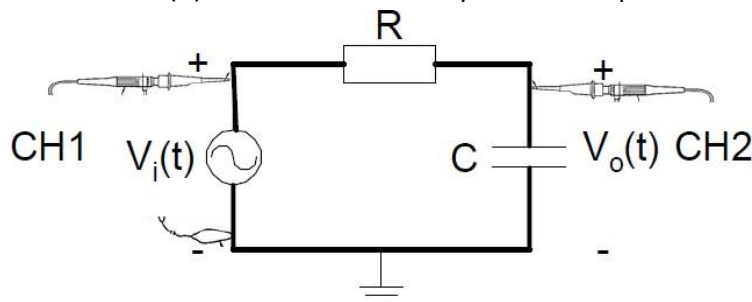
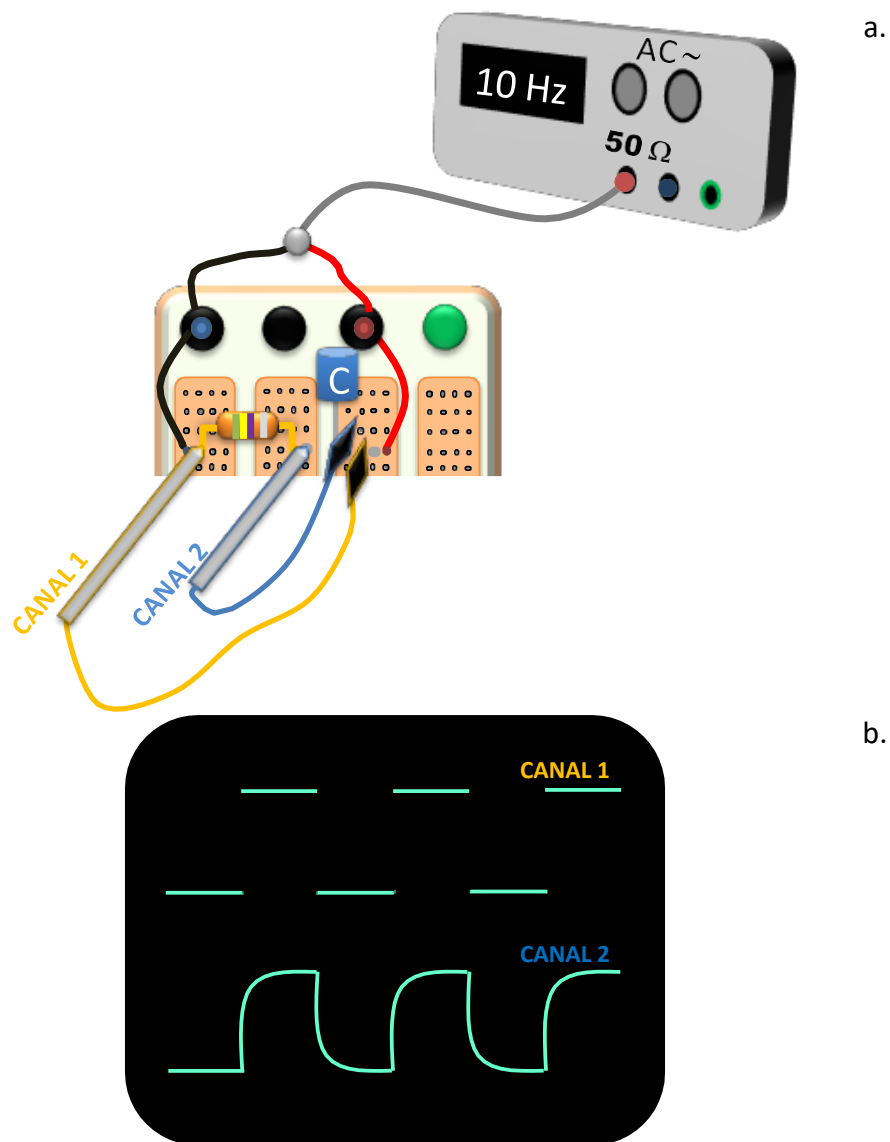

Figura 3.1: Esquema del circuito de carga y descarga de un condensador.
Figura 3.2.a) Esquema del circuito RC con el instrumental del laboratorio, **b)** Pantalla del osciloscopio durante la adquisición de las señales
Estudiaremos a continuación el comportamiento de un transitorio eléctrico que se produce en un circuito formado por la asociación en serie de una resistencia R y un condensador C. En la Figura 3.1 se muestra un circuito de carga y descarga de un condensador. El generador de señal alterna provoca la carga y descarga periódica del condensador. Centrándonos en el proceso de descarga, durante un tiempo dt la pérdida de carga experimentada será:
2. Montar en el zócalo el circuito de la Figura 3.1 (Figura 3.2.a), colocando como $V_i(t)$ una señal cuadrada procedente del generador (salida de 50 ohmios) con un voltaje pico a pico de 10 V y con periodo de 10 veces $R \cdot C$ (de forma que esté 5 veces $R \cdot C$ a nivel alto y 5 veces $R \cdot C$ a nivel bajo). En el canal 1 del osciloscopio se podrá observar la señal cuadrada de entrada, mientras que la sonda del canal 2, conectada a los terminales del condensador, permitirá monitorizar el proceso de carga y descarga del condensador. En la pantalla del osciloscopio deben observarse las 2 señales, tal y como muestra la Figura 3.2.b.